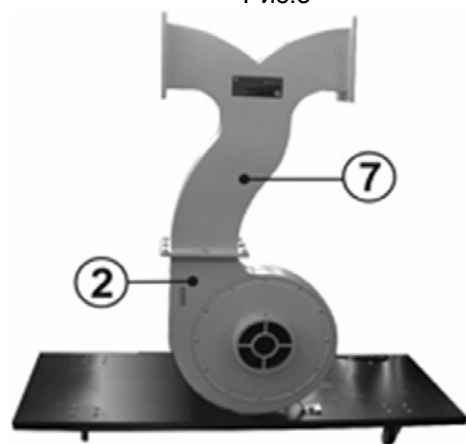

Рис.5
- 8.3. Закрепите болтами отвод (7) на выходе корпуса вентилятора (2), установив между ними прокладку, Рис.5.
- 8.6. Закрепите болтами отвод (7) на выходе корпуса вентилятора (2), установив между ними прокладку, Рис.5.